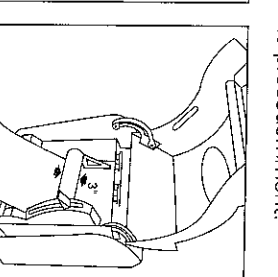

Fig. 6
1. When the main roll reaches a diameter of approximately 3 inches (i.e. when no paper is visible from side view window). Remove it by pushing it into the dispenser (step 1) and down, (step 2) locking it in the lower roll holders. (Figure 6&7)
1. Lorsque le rouleau principal ne mesure plus qu'environ 3 pouces de diamètre (c'est-à-dire lorsqu'on ne voit plus de papier dans la jauge visuelle), l'enlever de la boîte distributrice en appuyant dessus (étape 1) puis en le retirant (étape 2) afin de le placer sur le support inférieur (Figures 6 et 7).